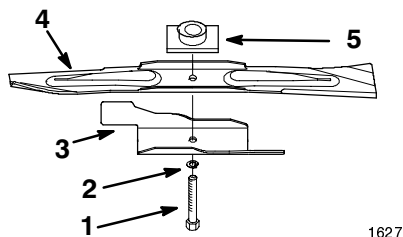

Figure 23
Note: Examinez et remplacez l'accélérateur s'il est usé, fissuré ou endommagé (Fig. 23).
2. Enlevez le boulon et la rondelle de blocage, l'accélérateur et la lame (Fig. 23).
1. Placez la lame sur l'axe et le dispositif d'entraînement, les extrémités incurvées dirigées vers la tondeuse, et le dispositif d'entraînement logé dans le creux de la lame (Fig. 23).
2. Montez l'accélérateur, la rondelle et le boulon de lame (Fig. 23).